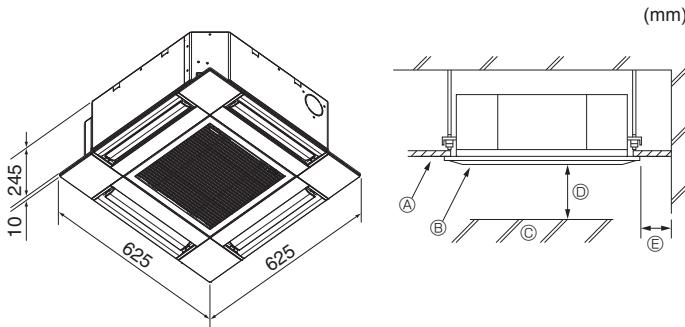

Fig. 3-1
3.1. Appareil intérieur (Fig. 3-1)
- ① Plafond
- ② Grille
- ③ Obstacle
- ④ Min. 1000 mm
- ⑤ Min. 500 mm (toute la périphérie)